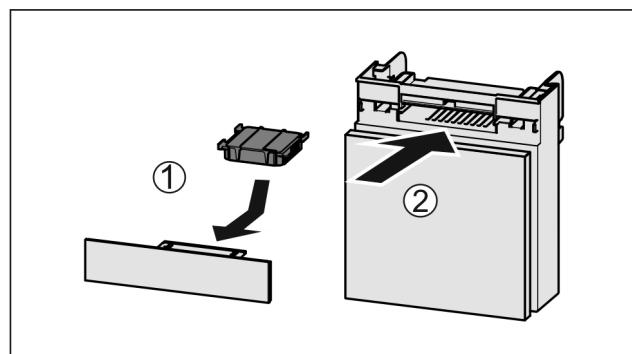

Fig. 153
- Umetnute filter s aktivnim ugljenom kao što je prikazano na slici Fig. 153 (1).
- Umetnute pretinac Fig. 153 (2).